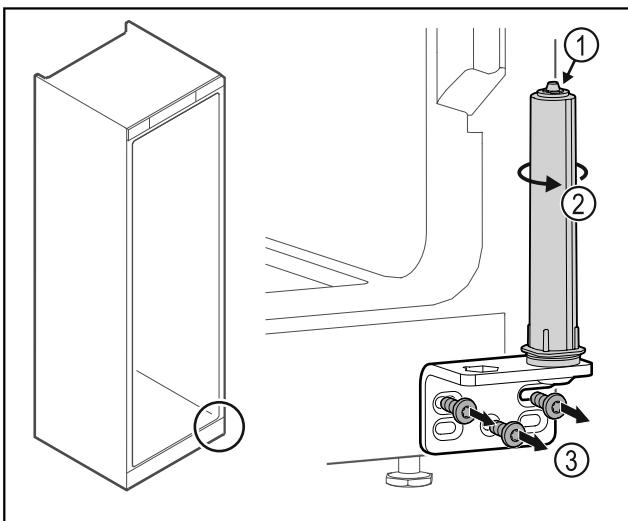

Fig. 24
- Nu dezasamblați sistemul de închidere al ușii Fig. 24 (1).
- Rotiti Fig. 24 (2) sistemul de închidere, pînă când face clic.
- Deșurubați Fig. 24 (3) coltarul balamalei.